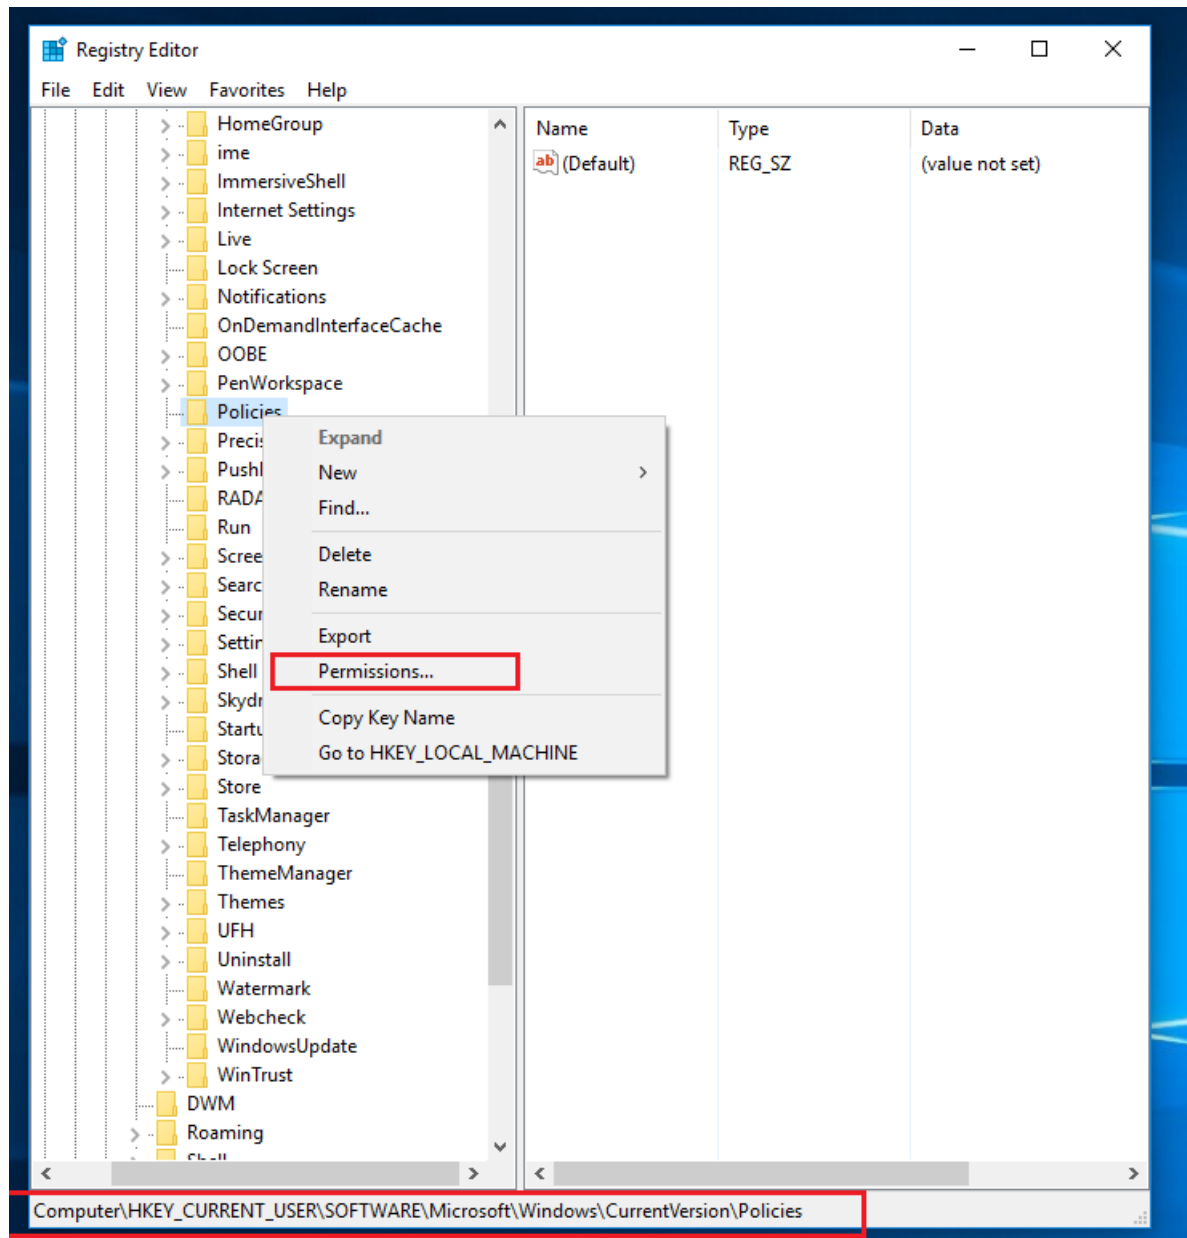

Рисунок 3.33 - Редактор реестра
2. В открывшемся окне редактора реестра необходимо пройти по ветке **HKEY_CURRENT_USER\Software\Microsoft\Windows\CurrentVersion\Policies**. На папке Policies нажать правую клавишу мыши и в появившемся контекстном меню выбрать пункт Permissions (см. рис. 3.33).